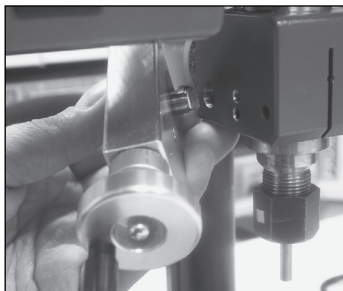

Fig. 2
1. Welle des Feinvorschubs in die Bohrung für die Bohrhebelwelle an der Fräse einführen. Bei der Montage unbedingt beachten: Die „Feder“ am Feinvorschub passt in die Nut der Bohrhebelwelle der Fräse (Fig. 2).
1. Insert the shaft on the fine feed into the drill hole for the drill lever shaft on the milling cutter. During assembly, it is essential to observe the following: The "spring" on the fine feed fits into the slot on the drill lever shaft (fig. 2).
1. Introduire l'arbre de l'avance de précision dans l'orifice pour l'arbre de levier de perçage sur la fraiseuse. A observer impérativement pour le montage : le « ressort » sur l'avance de précision va dans la rainure de l'arbre de levier de perçage de la fraiseuse (fig. 2).
1. introdurre l'albero del dispositivo di avanzamento di precisione nel foro dell'albero della leva di perforazione sulla fresa. Rispettare assolutamente durante il montaggio: La „molla“ sul dispositivo di avanzamento di precisione entra nella scanalatura dell'albero della leva di perforazione della fresa (Fig. 2).
1. Introducir el árbol del avance de precisión en el orificio para el árbol de la palanca de taladrado en la fresa. Durante el montaje observar imprescindiblemente: El „muelle“ en el avance de precisión encaja en la ranura de el árbol de la palanca de taladrado de la fresa (Fig. 2).
1. As van de fijnvoeding in de boring van de boorhefboom op de frees invoeren. Bij montage op het volgende letten: De "veer" van de fijnvoeding past in de gleuf van de boorhefboom van de frees (fig. 2).
1. Præcisionsfremføringens aksel føres ind i boringen til borearmens aksel på fræseren. Vær herved opmærksom på følgende: „Fjederen“ på præcisionsfremføringen passer ind i noten på fræserens borearmaksel (fig. 2).
1. För in finmatningens axel i hålet för borrar­spaksaxeln i fräsen. Observera följande vid montering. "Kilen" på finmatningen passar in i spåret i borrar­spaksaxeln i fräsen (bild 2).